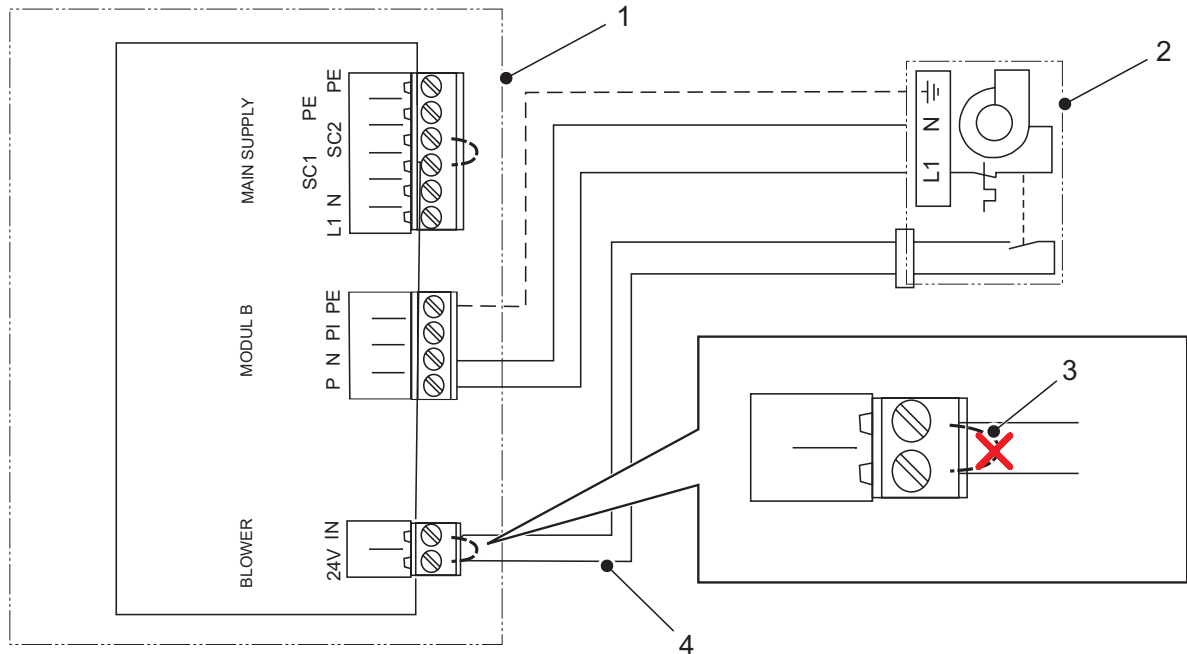

Bild 16: Anschlüsse Treiberplatine
- d. Schliessen Sie das Netzanschlusskabel und das Kabel der Sicherheitskette vom Ventilationsgerät an der Treiberplatine an, wie in Bild 16 dargestellt.